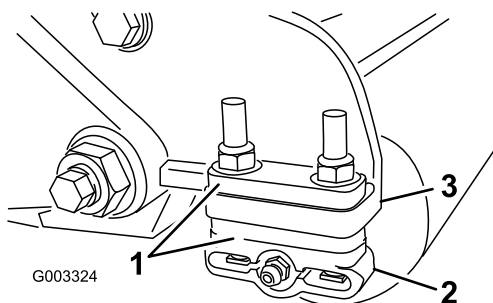

**Figura 12**
3. Ad una estremità del cilindro, inserite una striscia di carta da giornale tra il cilindro e la controlama (Figura 12). Mentre ruotate leggermente in avanti il cilindro, ruotate la vite di regolazione della barra di appoggio (Figura 11) in senso orario (sullo stesso lato del cilindro, uno scatto per volta) finché la carta - inserita dalla parte anteriore, parallelamente alla controlama - non verrà leggermente compressa, se inserita dalla parte anteriore, parallelamente alla controlama. Avvertirete una leggera resistenza mentre la carta viene tirata.
5. Una volta terminata la regolazione, verificate che il cilindro comprima la carta, quando viene inserita dalla parte anteriore, e che tagli la carta, quando viene inserita ad angolo retto rispetto alla controlama (Figura 12). Deve essere possibile tagliare la carta con un contatto minimo tra la controlama e le lame del cilindro. Se risulta evidente una resistenza del cilindro/un contatto eccessivo, sarà necessario lappare o riaffilare l'apparato di taglio per ottenere il livello di affilatura necessario per un taglio di precisione (Fate riferimento al manuale Toro per l'affilatura del cilindro e delle macchine a taglio rotativo, Modulo N. 80-300PT).